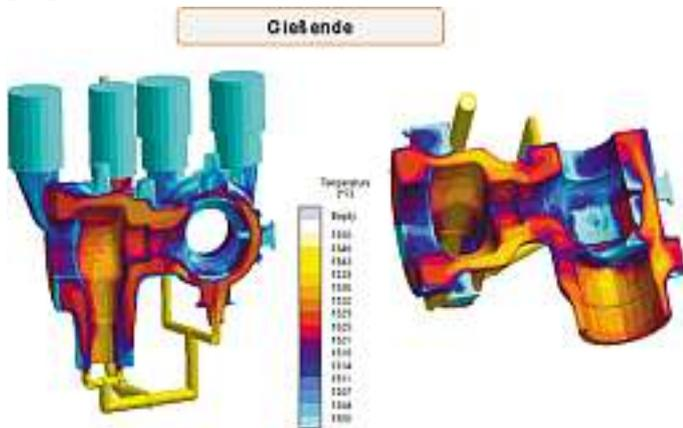
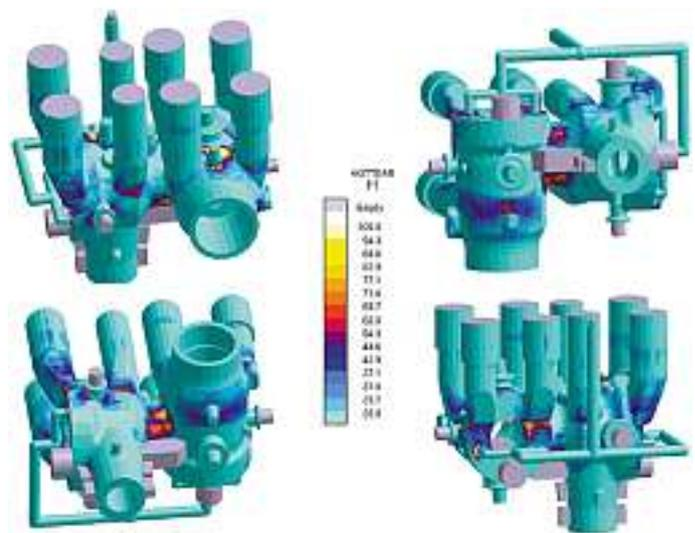

Abb. 6: Temperaturverteilung im Flüssigmetall unmittelbar nach Vollendung der Formfüllung
Abb. 7: Heißrisskriterium: Angabe der Auftretswahrscheinlichkeit von Warmrissen (Warmrissneigung)
**Abb. 6** und **Abb. 7** stellen weitere Ergebnisse der Simulation mit MagmaSoft® dar. **Abb. 6** zeigt die Temperaturverteilung in der Sandgussform unmittelbar nach Gießende, **Abb. 7** stellt das sog. Heißrisskriterium dar, das über die Wahrscheinlichkeit potentieller Bereiche mit Heißrissgefahr (Warmrissneigung) informiert.